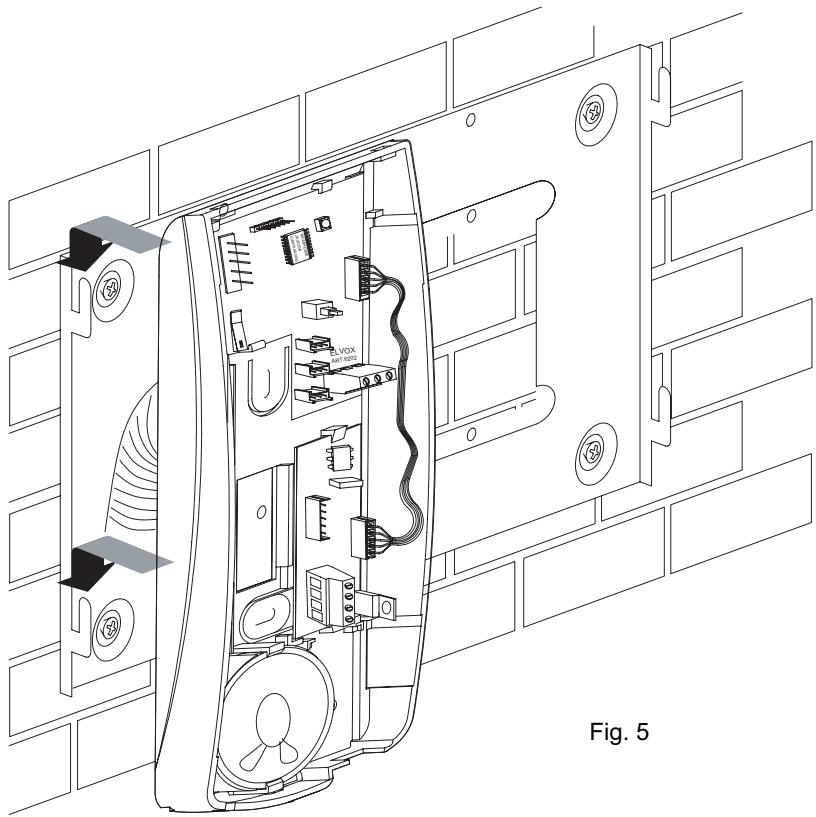

Fig. 5
- Inserire il fondo del citofono sulla parte sinistra della staffa infilandolo nelle apposite sedi e tirandolo verso il basso fino al suo completo bloccaggio (vedi fig. 5).
- Insert the interphone lower part in the bracket left hand side inserting it in proper seats and pulling it downward until its complete locking (see Fig. 5)
- Insérer le fond du poste d'appartement sur la partie gauche de l'étrier en l'insérant sur les emplacements appropriés et en le tirant vers le bas jusqu'à son complet blocage (voir fig. 5).
- Den Haustelefonboden in die linke Seite des Halters einsetzen und ihn in die entsprechende Sitze einfügen und ihn nach unten bis ihrer vollkommenen Sperre ziehen (siehe Abb. 5).
- Insertar el fondo del interfono en la parte izquierda del soporte insertándolo en los asientos apropiados y jalándolo hacia abajo hasta su completo bloqueo (ver Fig. 5).